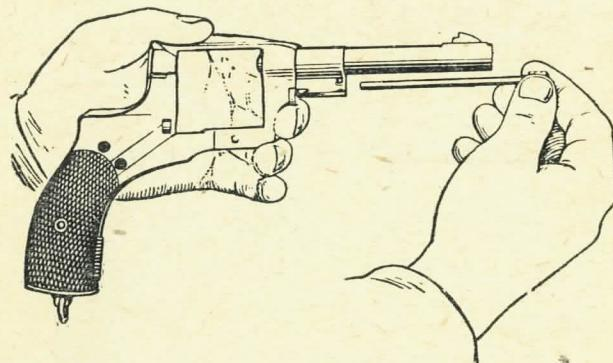

Рис. 41. Как отделить шомпол
**16) отделить шомпол:** вывинтить винт шомпольной пружины, снять пружину и вынуть шомпол (рис. 41).